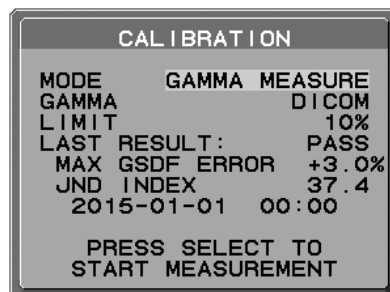

図 4
2. キャリブレーションモードで GAMMA MEASURE を選択します。(図 4)